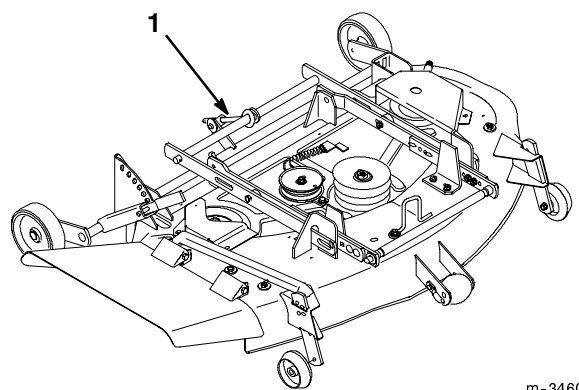

Figure 17
- L'inclinaison avant/arrière se règle en vissant ou dévissant l'écrou de réglage (Fig. 17) prévu à l'arrière de l'unité de coupe. Visser l'écrou dans le sens des aiguilles d'une montre pour relever l'avant du plateau, ou en sens inverse pour l'abaisser.